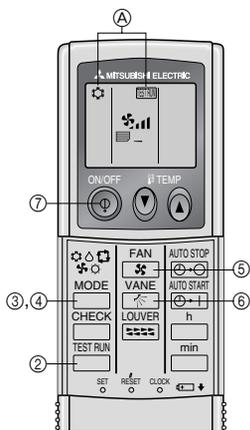

Fig. 7-2
7.2.2. Med trådløs fjernbetjening (Fig. 7-2)
- ① Tænd for strømmen til enheden mindst 12 timer, før testkørslen skal udføres.
- ② Tryk på **TEST RUN**-knappen to gange.